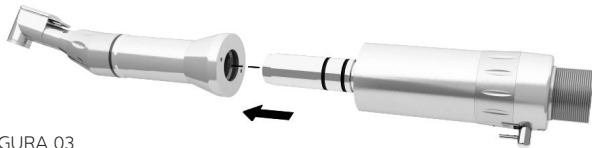

FIGURA 03
- Conectar a extremidade do tubo que vem no adaptador de refrigeração no niple (saída de refrigeração) localizado no micromotor conforme FIGURA 03.